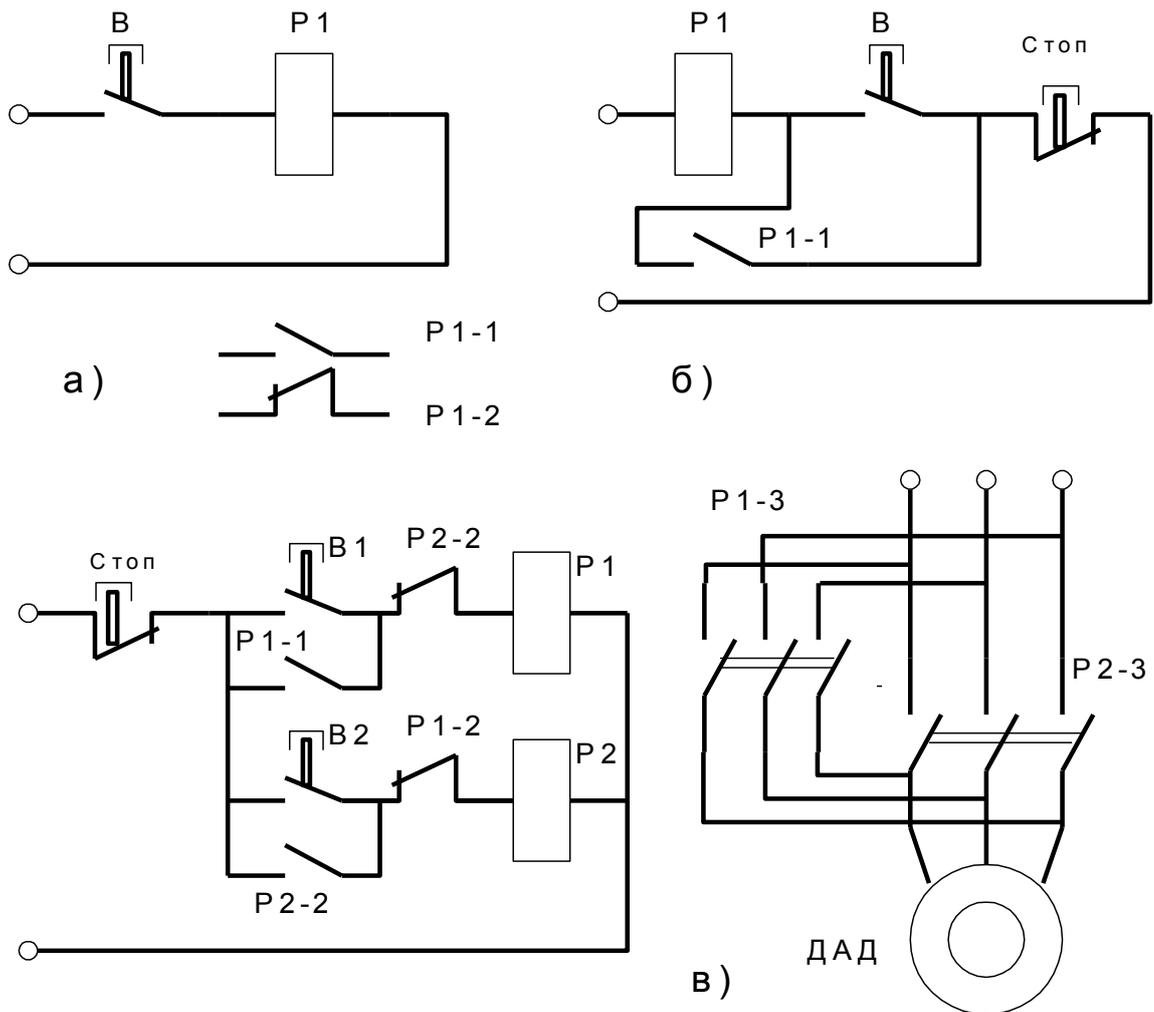

Рис. 4. Релейные схемы
Управление срабатыванием и отпуском реле осуществляется обычно кнопками, которые при нажатии замыкают (или размыкают) цепь питания обмотки реле, а при отпуске возвращаются в исходное положение (рис. 4,а).
Если необходимо, чтобы после отпускания кнопки рэле оставалось включенным, используются схемы самоблокировки реле - сохранение замкнутого положения реле после отпускания кнопки рис. 4,б. При этом блокирующими являются включенные параллельно кнопке “Вкл.” контакты этого же реле (отсюда и термин “самоблокировка”).
На рис. 4 приведены некоторые простейшие релейные схемы.
2. Электрические схемы рис. 4 с диаграммами состояния.